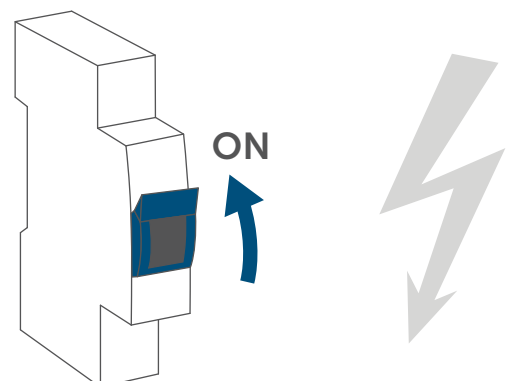

Abbildung 7
- Schalten Sie die Haussicherung wieder ein (s. *Abbildung 7*), um den Anlernmodus des Geräts zu aktivieren (s. „6.3 Anlernen“ auf Seite 9).